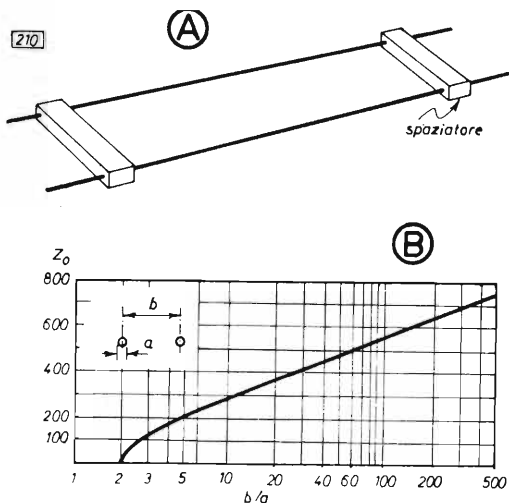

Fig. 210
Una linea bifilare rappresenta un circuito a costanti distribuite, che permette il trasferimento dell'energia a radiofrequenza da un punto ad un altro, con un minimo di perdite (fig. 210).
Qualsiasi variazione porta ad un cambiamento dell'impedenza caratteristica della linea (fig. 210). Se si adopera filo di diametro maggiore di quello calcolato, la Z caratteristica si abbassa, infatti nella
- linea bifilare in aria con distanziatori ogni due o tre metri, Z_0 è circa $400 \div 600$ ohm (fig. 210 A);